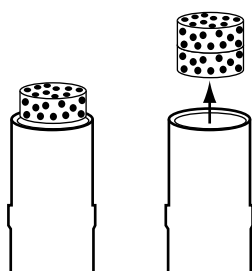

Figura 1
1. Rimuovere il filtro ostruito o contaminato estraendolo dall'estremità del cono d'ancoraggio (vedere la Figura 1).